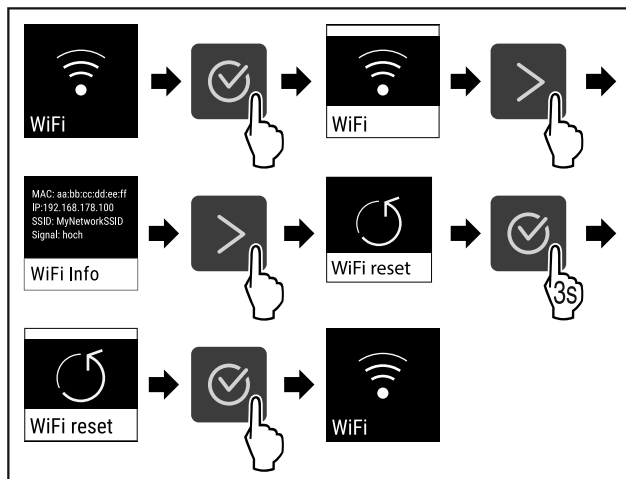

Fig. 88
- ▶ Eseguire i passaggi (vedere Fig. 88).